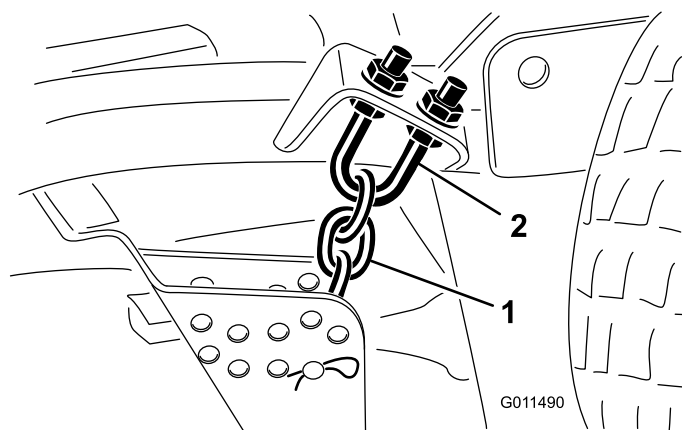

Figure 78
3. Enlevez la goupille fendue et l'axe de chape qui fixent les chaînes de hauteur de coupe à l'arrière du plateau de coupe (Figure 78).